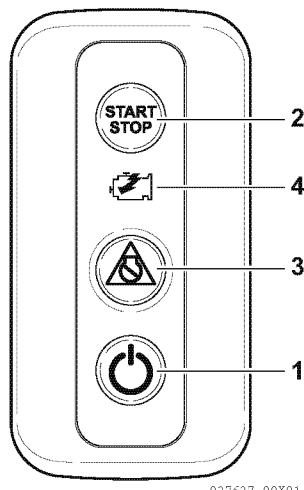

Figure 1
4. Premere l'interruttore di accensione sul quadro interruttori della stazione selezionata (**Figure 1**, (1)).
10. Premere l'interruttore START/STOP del motore (**Figure 1**, (2)) e accendere il motorino di avviamento.